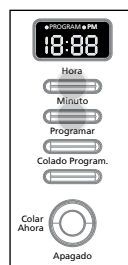

Figura 1
2. Pressione e mantenha pressionado os botões da HORA e MINUTO colocando-o na hora certa. O indicador de horas após o meio dia PM iluminará na parte superior da tela (Figura 1).